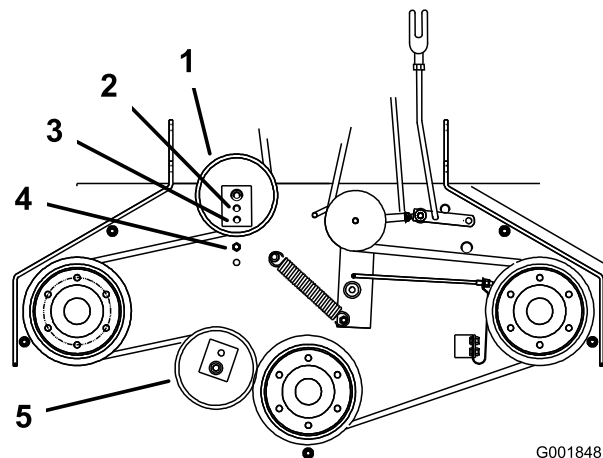

**Figure 53**
3. Desserrez le contre-écrou sur le tendeur (Figure 53).
4. Tournez le tendeur vers l'arrière du tablier de coupe pour augmenter la tension sur la courroie. Tournez le tendeur vers l'avant du tablier de coupe pour réduire la tension sur la courroie (Figure 53).